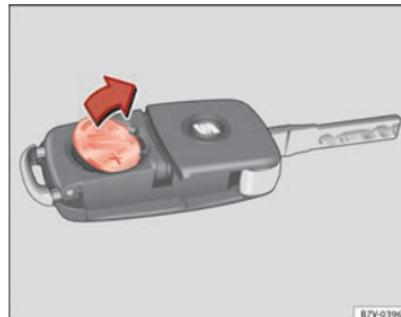

Abb. 45 Fahrzeugschlüssel: Batterie herausnehmen.
- Batterie mit einem geeigneten dünnen Gegenstand aus dem Batteriefach heraushebeln ⇒ **Abb. 45**.
- Neue Batterie wie gezeigt ansetzen ⇒ **Abb. 45** und entgegen der Pfeilrichtung in das Batteriefach drücken ⇒ **!**.